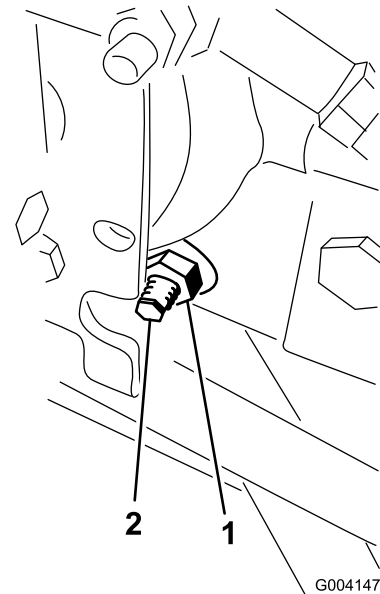

Bild 66
3. Lösen Sie rechts am Hydrostat die Sicherungsmutter an der Fahrtrieb-Einstellnocke (Bild 66).